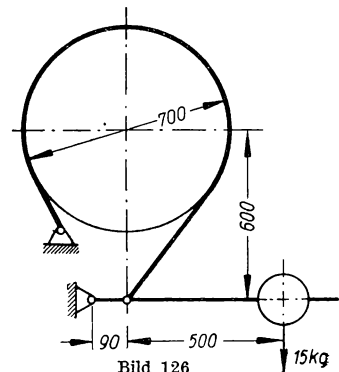

Bild 126
**261.** Die Bandbremse (Bild 126) wird durch ein 15 kg schweres Belastungsgewicht am Hebel angezogen. Wie groß ist a) der Hebelarm des Bremsbandes in bezug auf den Hebeldrehpunkt? b) die im Bremsbande erzeugte Spannkraft?